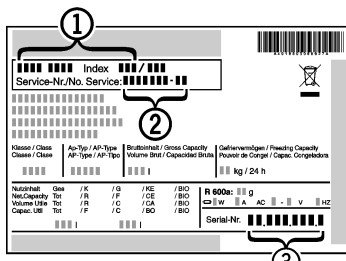

Fig. 10
- Διαβάστε την περιγραφή συσκευής Fig. 10 (1), τον Αρ. σέρβις Fig. 10 (2) και τον Αρ. σειράς Fig. 10 (3) από την πινακίδα στοιχείων. Η πινακίδα στοιχείων βρίσκεται στην αριστερή εσωτερική πλευρά της συσκευής.
- Ενημερώστε το τμήμα εξυπηρέτησης πελατών και αναφέρετε τη βλάβη, την περιγραφή της συσκευής Fig. 10 (1), τον Αρ. σέρβις Fig. 10 (2) και τον Αρ. σειράς Fig. 10 (3).